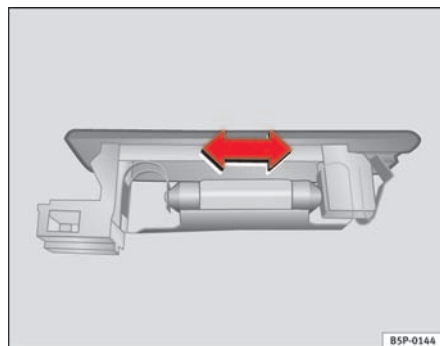

Fig. 188 Luz do porta-bagagens
- Pressionar a lâmpada na parte lateral e extraí-la do respectivo alojamento. ⇒ fig. 188 ■